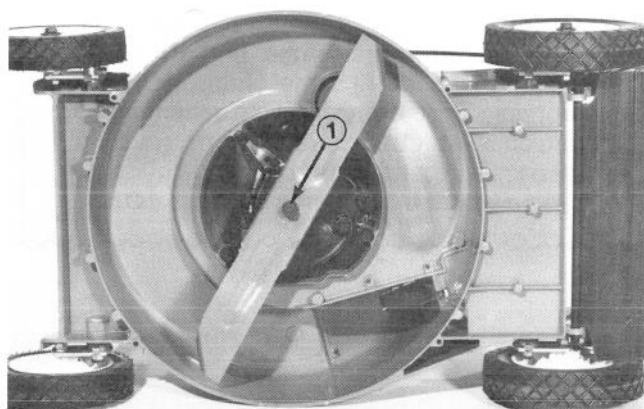

Figure 35
4. Saisissez le bout de la lame en vous servant d'un chiffon ou d'un gant bien rembourré. Enlevez la vis à tête, la rondelle de blocage et la lame (Fig. 35).
3. Inclinez la tondeuse sur son côté droit (Fig. 35), qui est le côté opposé de la bougie, et laissez-la dans cette position pendant quelque temps seulement. Evitez de faire tourner la lame lorsque la tondeuse est inclinée car ceci pourrait provoquer des difficultés de démarrage.